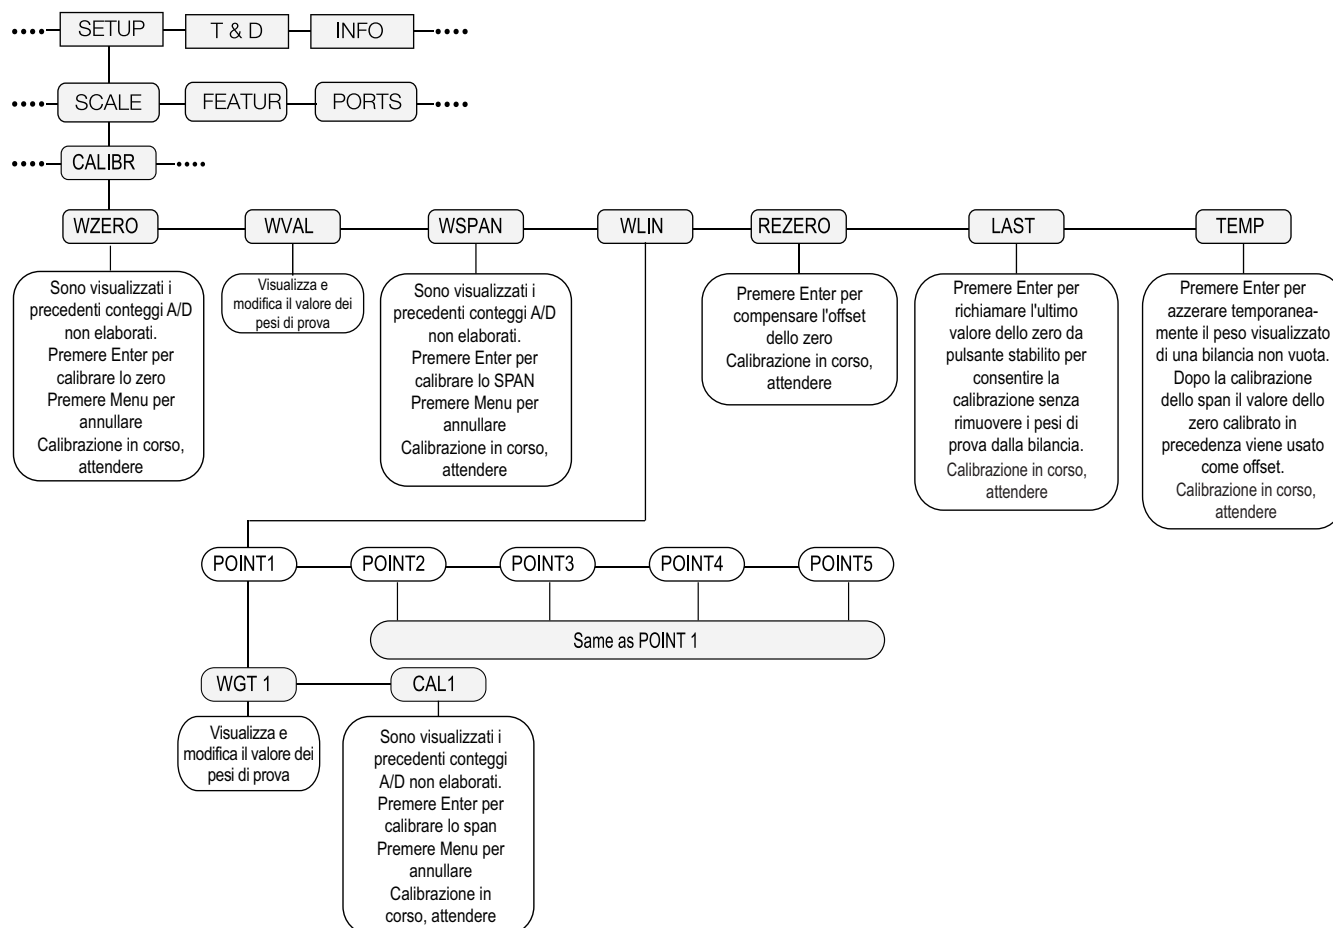

Figura 4-1. Menu di calibrazione (CALIBR)
1. Impostare l'indicatore in modalità di configurazione utilizzando l'interruttore di configurazione sul retro dell'unità, vedere la Figura 3-1 a pagina 43, (o utilizzare  se è abilitato l'audit trail) e passare a CALIBR, vedere la Figura 4-1 a pagina 68.